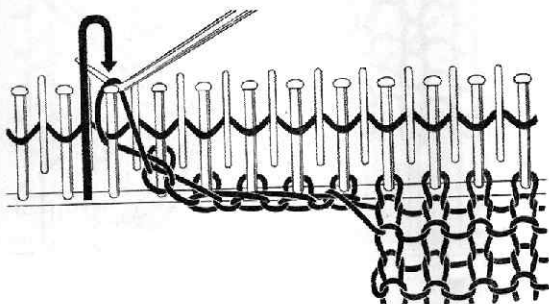

Fig. 38
2e et 3e rangées: „passer“ chaque maille séparément (fig. 38—40); mouvement parallèle aux dents.
2. und 3. Reihe: Jede Masche über ihren Kammmadelkopf heben (Fig. 38—40); senkrecht hochziehen.